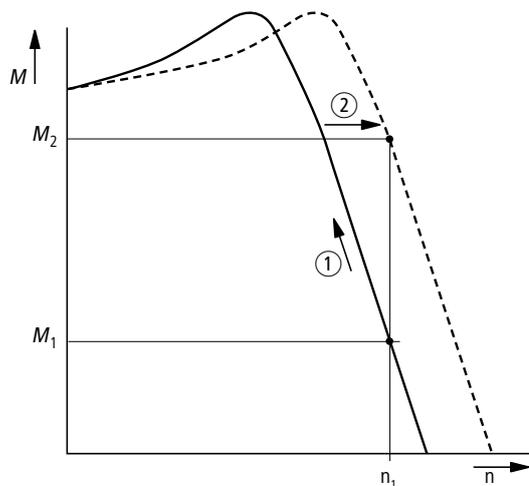

Abbildung 107: Drehzahlverhalten mit Schlupfkompensation
- ① Ständerwicklung
- ② Luftspalt
- ③ transformierte Läuferwicklung
Voraussetzung für die exakte Berechnung sind die genauen Leistungsschildangaben des Motors (Parametergruppe 7). Die Drehzahlsteuerung (P11.8 = 1) kann dann die lastbedingten Schlupfänderungen kompensieren. So wird - vereinfacht dargestellt - bei zunehmendem Lastmoment ① die dadurch bedingte Drehzahlabsenkung durch ein Anheben der Ausgangsfrequenz ② kompensiert (→ Abbildung 107).